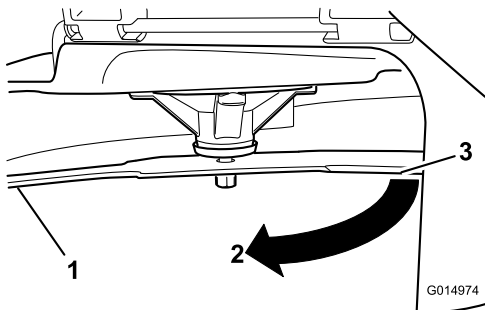

Figure 66
3. Seconde distance mesurée entre la lame et la surface (B)
4. Tournez la même lame de 180 degrés pour amener l'autre tranchant à la même position (Figure 66).